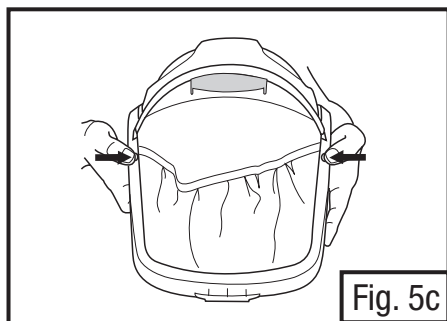
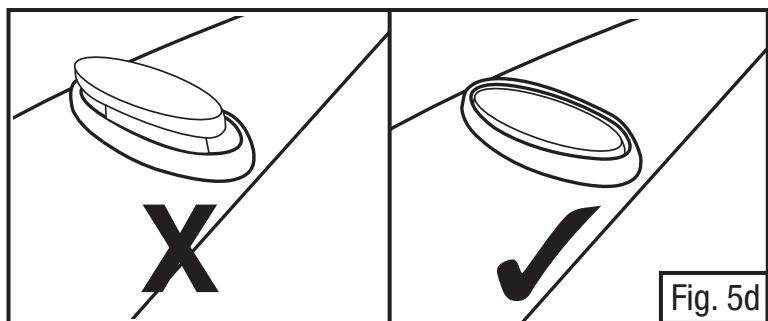

Fig. 5c
Fig. 5d
- Empuje los botones del marco del visor cerrado para asegurar el visor en su lugar. Se debe escuchar un “clic” cuando los botones estén bien asentados en el marco (Fig. 5c). Asegúrese que los botones del visor estén bien fijados y que salgan al marco del visor (Fig. 5d). Si los botones no quedan asentados, levante hasta el marco, saque y vuelva a insertar.